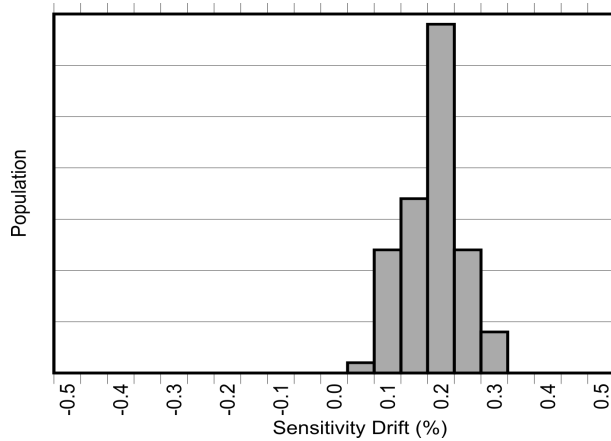
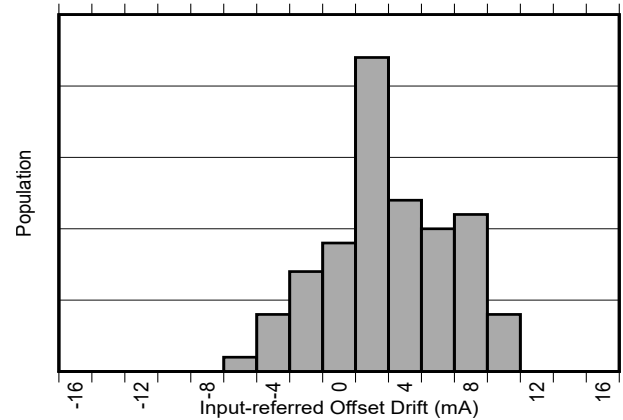

图 8-2. AEC-Q100 高温工作寿命应力测试后的灵敏度误差漂移
图 8-3. AEC-Q100 高温工作寿命应力测试后的以输入为基准的失调漂移
除了较大的热漂移之外，典型的磁性电流传感器由于在器件的寿命内老化，其灵敏度还会出现 2% 到 3% 的额外漂移。TMCS1133-Q1 中用于降低温度漂移的相同专有补偿技术也用于大大降低由于应力和环境条件（尤其是在较高的运行温度下）引起的老化而导致的寿命漂移。如 电气特性 所示，TMCS1133-Q1 具有行业出色的寿命灵敏度漂移，这是在标准三批 AEC-Q100 认证期间，在 130°C 和 85% 相对湿度 (RH) 下进行高加速应力测试 (HAST) 后实现的。在按照 AEC-Q100 认证规定进行 1000 小时、125°C 高温工作寿命应力测试后，还观察到 电气特性 中规定的界限内的低灵敏度和温漂。这些测试模拟了器件在使用寿命期间的典型运行情况，表明与典型的磁性电流传感器相比，由于老化导致的器件性能变化得到了极大的改善。图 8-2 和图 8-3 展示了在进行 AEC-Q100 规定